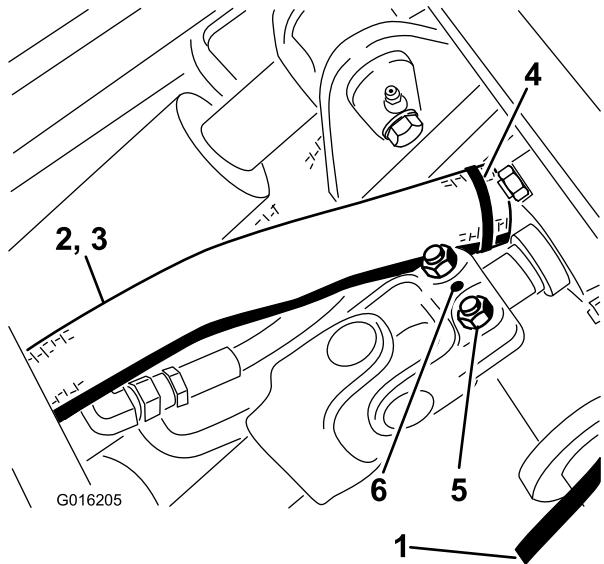

Рисунок 47
10. Установите цилиндрический штифт (Рисунок 47).